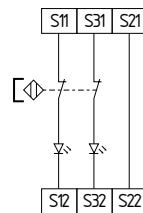

Fig. 15
**Controllo a due canali di interruttori magnetici di sicurezza secondo EN 60947-5-3 (Fig. 15)**